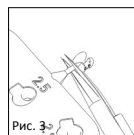

Рис. 3
■ **fig. 3** O medidor escolhido para a medição é cortado mediante uma microtesoura e transportado no ouvido médio com um aspirador ou um outro instrumento microcirúrgico.
■ **Рис.3** Регулировочное приспособление, выбранное для процесса измерения, вырезается с помощью микрохирургических ножниц и помещается в среднее ухо с помощью аспиратора или другого микрохирургического инструмента.